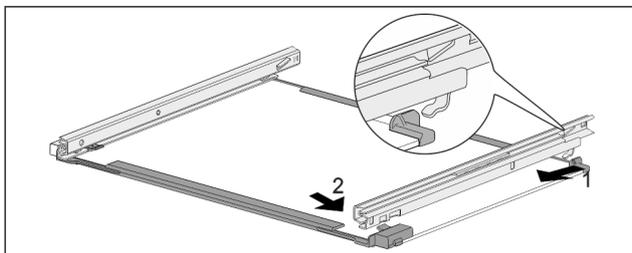

Fig. 175 Ripiano in vetro con guide
- ▶ Agganciare la guida sul lato posteriore. Fig. 175 (1)
- ▶ Innestare la guida sul lato anteriore. Fig. 175 (2)